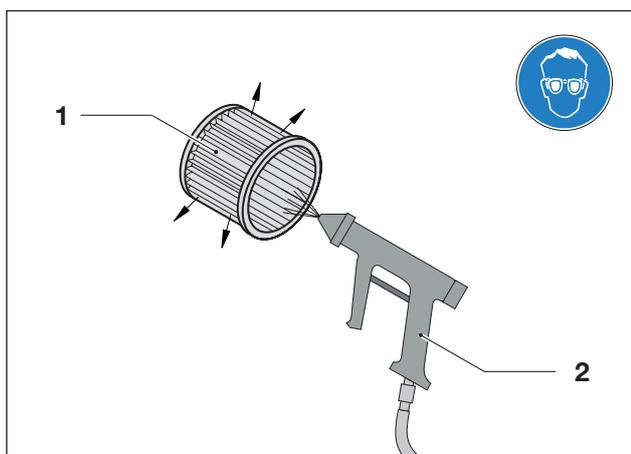
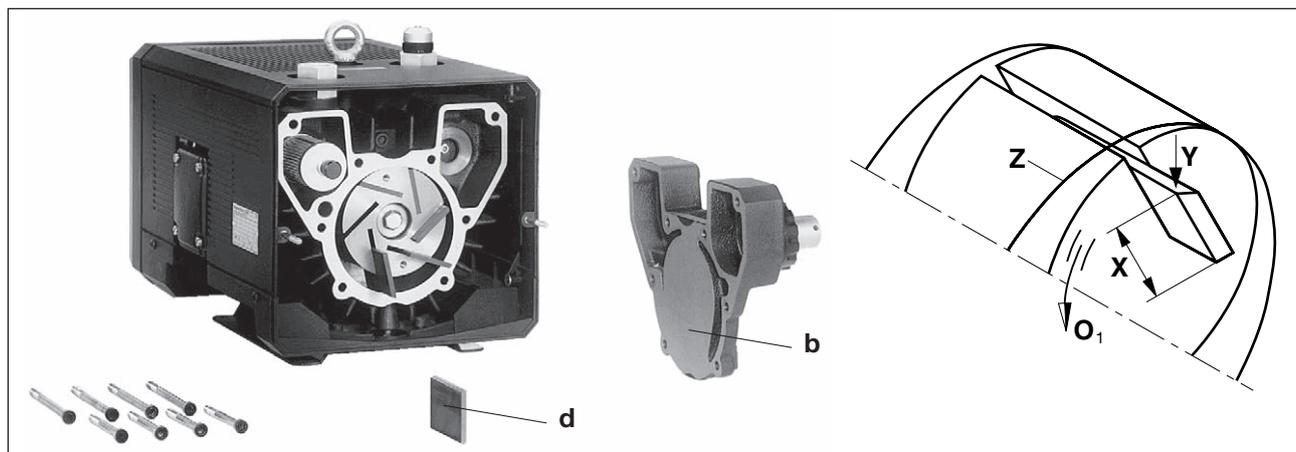

Fig. 6 Soplado del cartucho filtrante
Fig. 7 Cambio de laminillas
V-VTN (01) - (11): Desatornillar la rejilla de salida (fig. 6/G). Desenroscar la tapa (fig. 7/b) de la carcasa. Retirar las laminillas (fig. 7/d) para la comprobación. Todas las laminillas deben tener una altura mínima (fig. 7/X):
Soplar la carcasa y las ranuras del rotor. Colocar las laminillas en las ranuras del rotor. Al colocarlas asegurarse de que el lado sesgado (fig. 7/Y) de las laminillas esté orientado hacia fuera y que coincida en el sentido de giro (fig. 7/O1) con el recorrido del taladro de la carcasa (fig. 7/Z). Atornillar la tapa de la carcasa (fig. 7/b) y la rejilla de salida (fig. 6/G). Antes de la puesta en marcha comprobar si las laminillas se mueven libremente girando el ventilador; para ello retirar la rejilla de aspiración (fig. 2/G1) o la cubierta protectora (fig. 3/G2).